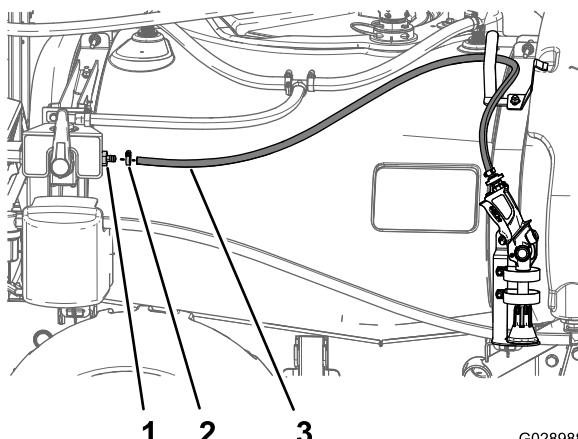

Figure 48
- Placez le pistolet-pulvérisateur sur son support, acheminez le flexible autour du support de flexible et amenez l'extrémité libre du flexible jusqu'à la vanne à 4 voies, comme montré à la Figure 48.
4. Branchez l'extrémité libre du flexible sur le raccord droit cannelé sur le côté avant de la vanne à 4 voies (Figure 48).
5. Fixez le flexible au raccord au moyen d'un collier (Figure 48).